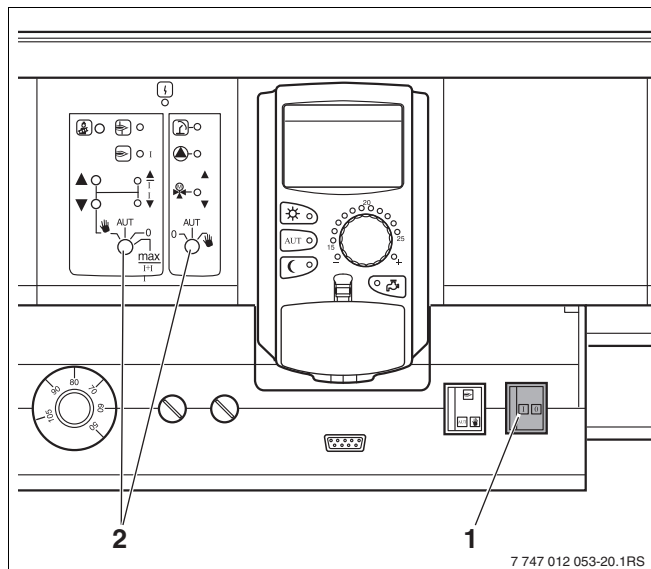

Рис. 8 Пусковой выключатель
- Проверьте, находятся ли пусковой выключатель системы управления (→ Рис. 8, [1]) и переключатели модулей (→ Рис. 8, [2]) в положении "0" и "AUT" (АВТ).
- Включите систему управления, для чего переведите пусковой выключатель в положение "I" (→ Рис. 8, [1]).
- Выключите систему управления, для чего переведите пусковой выключатель в положение "0" (→ Рис. 8, [1]).